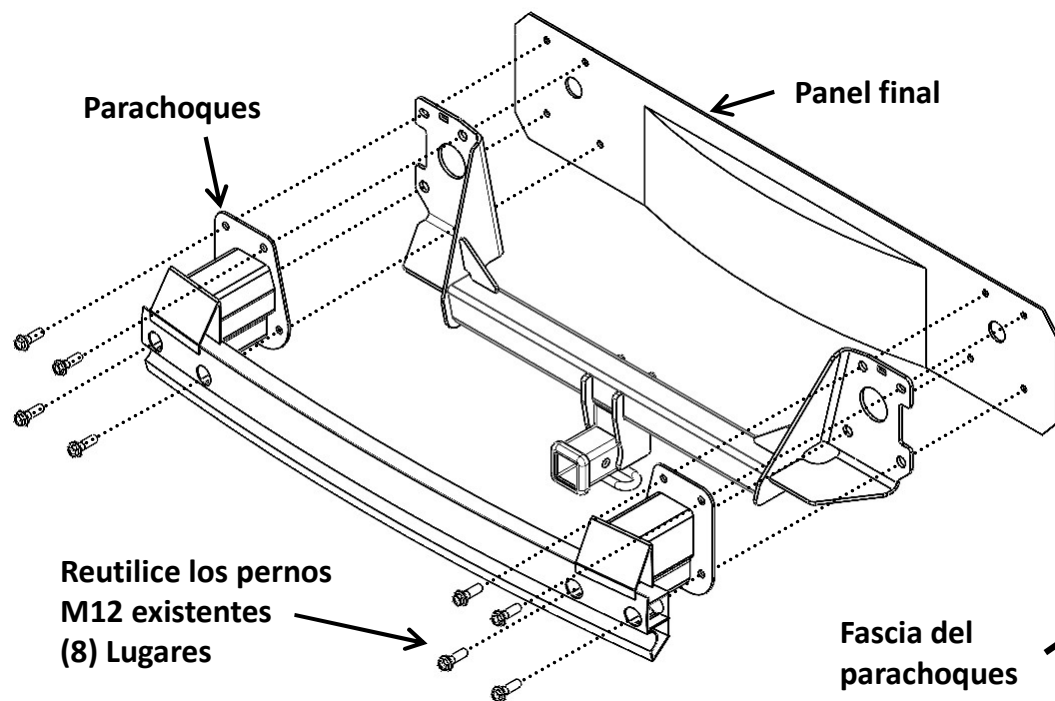

Figura 1
2. **Quitar la viga del parachoques** - Usando un dado de 18mm con extensión quite (8) pernos de la fábrica, (4) por lado.
3. **Instale el enganche** - Levante el enganche y la viga del parachoques hasta su posición alineando los orificios con las tuercas soldadas en el panel final del vehículo. Coloque el enganche entre la viga del parachoques y el panel final del vehículo. Fije el enganche y la viga del parachoques al vehículo utilizando (8) sujetadores M12 existentes. Ver figura 1.